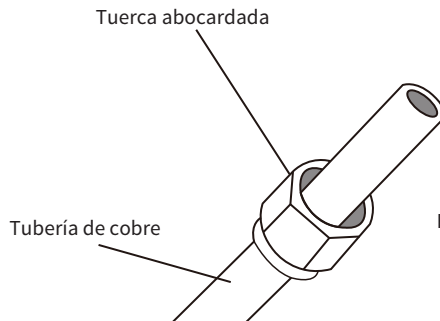

Fig. 5.3
3. Coloque las tuercas abocardadas en ambos extremos de la tubería. Asegúrese de que las tuercas estén en la posición correcta, porque no es posible colocarlas ni cambiar su posición después del abocardado. (Véase Fig. 5.3).